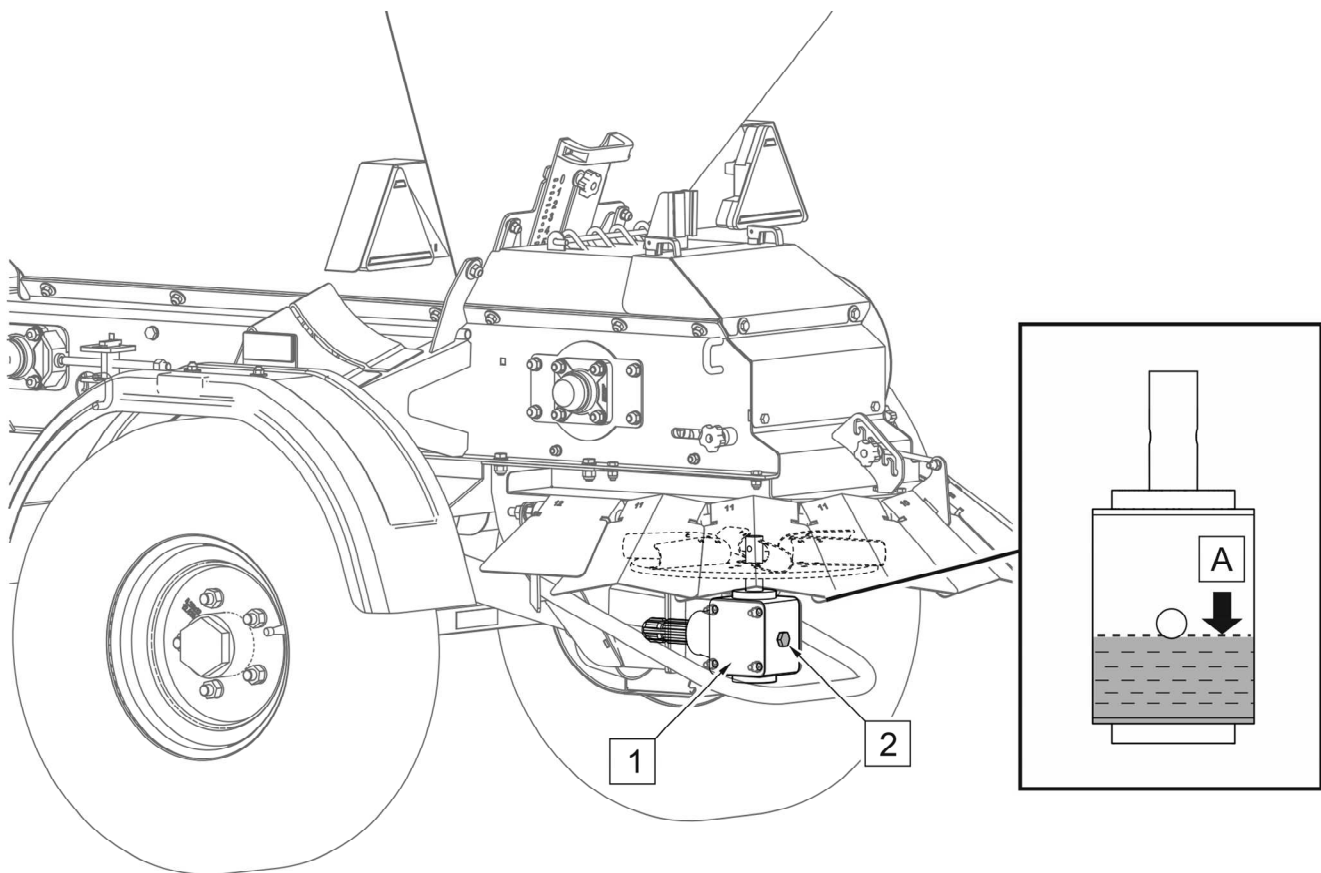

РИСУНОК 5.1 Перевірка мастила в кутовій передачі
(1) - кутова передача; (2) - контрольно-наливна пробка; (А) - правильний рівень мастила
Якщо ви помітили витік, перевірте рівень мастила. Експлуатація передачі з низьким рівнем мастила або без нього може призвести до невідворотного пошкодження її механізмів. Щоб перевірити рівень мастила в кутовій шестерні, установіть машину горизонтально та відкрутіть пробку (1). Рівень мастила повинен сягати нижнього краю отвору контрольної пробки (1). При необхідності додайте мастило до необхідного рівня (РИСУНОК 5.1).